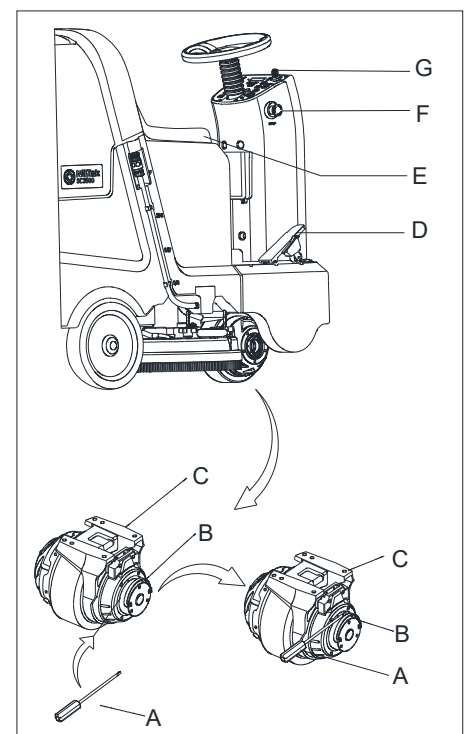

Abbildung 11
- Drehen Sie den Schlüsselschalter (G, Abbildung 11) in die „EIN“ Stellung.
- Drücken Sie das Beschleunigungspedal (D, Abbildung 11) leicht, lassen Sie es los, um zu prüfen, ob sich die Maschine nach vorne steuern lässt und stoppt.
- Um sich der Sicherheit zu vergewissern, stellen Sie sicher, dass die Maschine durch das Drücken des Notschalters (F, Abbildung 11) sofort gestoppt wird. Drehen Sie den Notschalter, um ihn wieder einzustellen.
In einigen besonderen Fällen, z. B. beim Ein- und Auspacken der Maschine, bei Maschinenfehlern usw., muss die Maschine bewegt werden, ohne dass der Antriebsmotor läuft. Setzen Sie den Schraubenzieher A (Abbildung 11, A), die Motorbremse (Abbildung 11, B) und den Motor (Abbildung 11, C) ein zwischen den Nuten (Abbildung 11), die Maschinenbremse wird gelöst, die Maschine kann bewegt werden, nehmen Sie den Schraubendreher heraus, andernfalls kann die Maschine nicht gestartet werden.